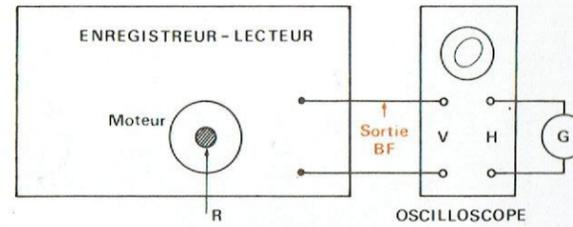

Fig. 10
- Effectuer les branchements de mesure indiqués par la figure 10.